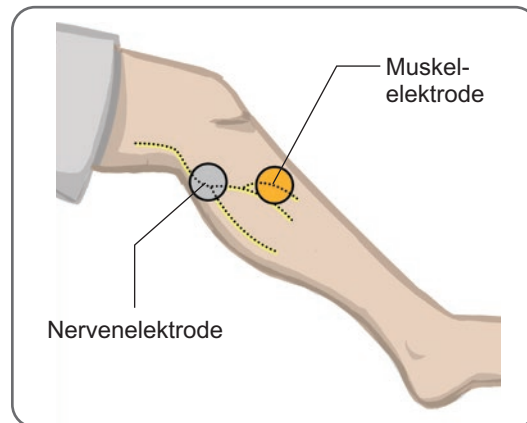

Abbildung 8-3: Platzierung der Elektroden auf dem Bein
8. Legen Sie eine Elektrode (die Nervenlektrode) über dem Nervus peroneus communis distal und leicht posterior des Fibulaköpfchens an. Siehe Abbildung 8-3.